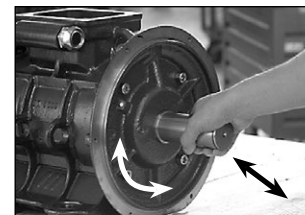

FIG. 6
a) Controllare che l'albero motore ruoti liberamente e senza saltellii e (dalla grandezza 04-B) abbia gioco assiale (fig. 6).
- whether the shaft turns free, without rattling and (only from size 04-B) that it has axial clearance (fig.6)
- Überprüfen Sie, ob sich die Welle frei drehen kann (ohne zu rattern) und ob ab Grösse 04-B ein axiales Spiel vorhanden ist (Bild 6)